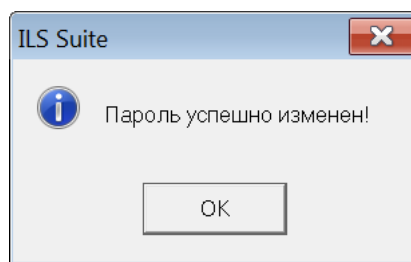

Рис. 6-12– Информационное сообщение об изменении пароля
4) Закрыть информационное окне об изменении пароля (рис. 6-12).